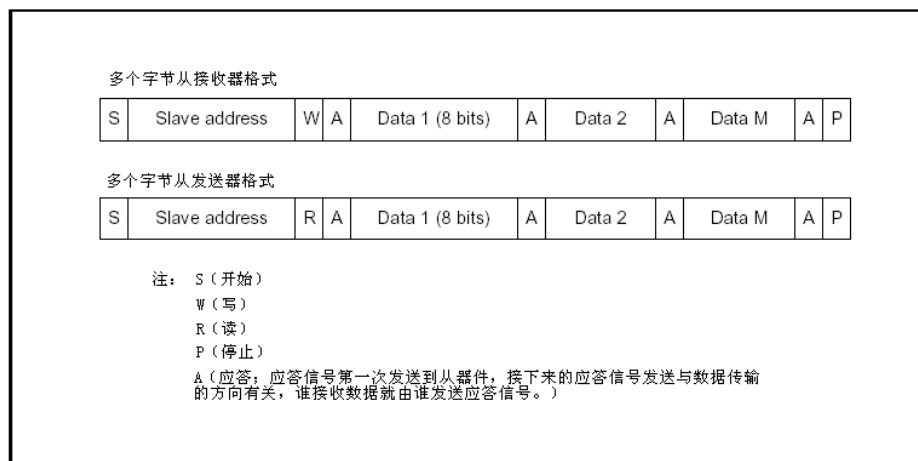

图 6.2.8 数据传输
**数据传输格式 (Data Transfer Format)：**图 6.2.8 显示传输数据的格式。当产生开始条件后，首先发送 7 位的从器件地址，第八位为数据方向位 (R/W)，‘0’表示发送数据（写），‘1’表示请求数据（读）。